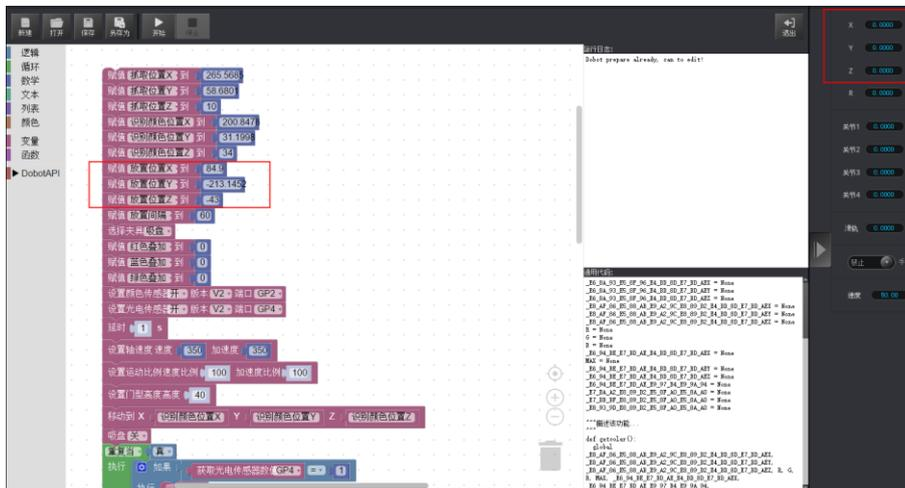

图 4.11 修改 Blockly 放置位置 XYZ 的数值
2. 此时，Dobot Studio中的控制面板会自动读取当前XYZ轴的值，将读取的数值填入分拣demo中。如图 4.11所示。